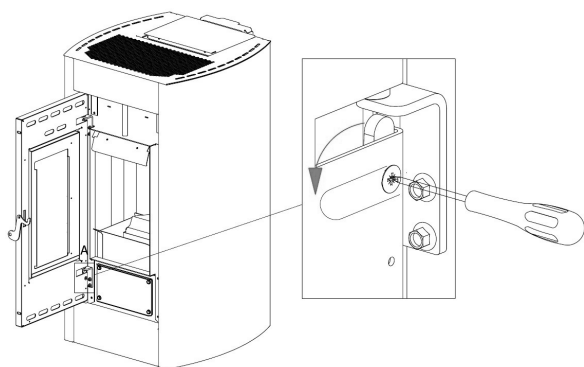

Fig. 31 - Odstranitev vijaka
- Z izvijačem obrnite ročico v smeri puščice (glej **Fig. 31**).